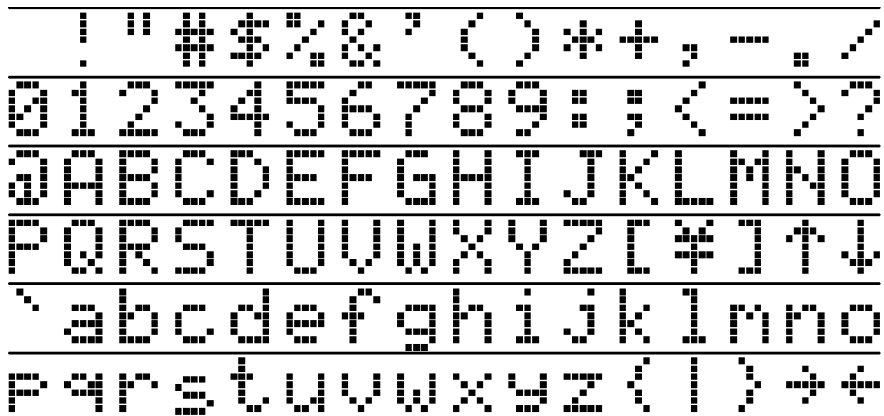

Fig. 1
4. Le jeu de caractères (voir Fig. 1) est affiché en continu en écriture mobile.